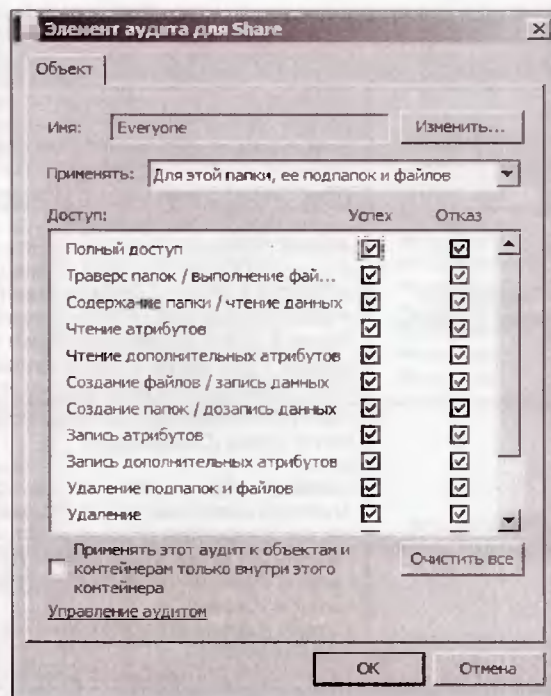

Рис. 11. Окно Auditing Entry
7. В окне Auditing Entry, которое показано на рис. 11, выберите события, для успеха или неудачи которых должен быть включен аудит.